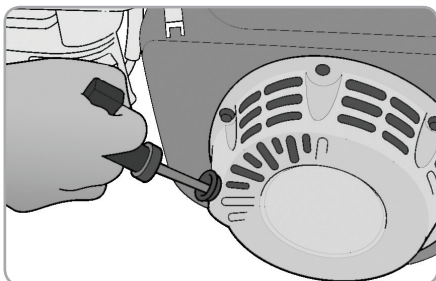

Fig.9
- Trageți sfoara până se simte rezistența, după care trageți cu putere pentru a porni (fig.9).